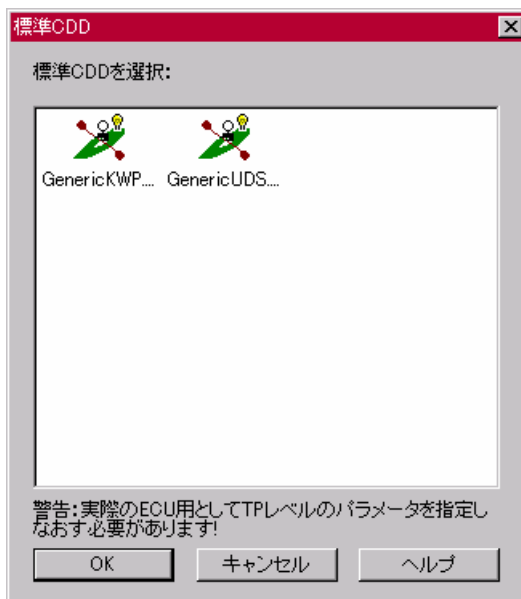

図 15 標準 CDD ファイル選択ダイアログ
2) 標準 CDD ファイル選択ダイアログ (図 15 標準 CDD ファイル選択ダイアログ) より、「GenericKWP.cdd」ファイルを選択し、[OK] ボタンを押します。